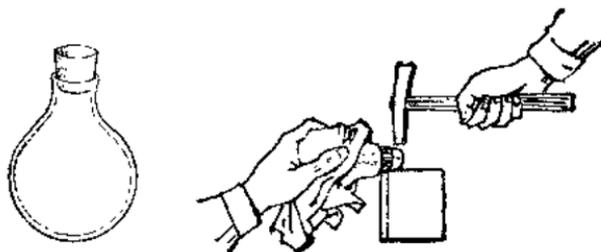

图 1 灯泡透镜
1. 灌水灯泡透镜 废灯泡灌上水就能代替凸透镜(放大镜)使用。找一只尽量大的废灯泡做聚光镜，使能放映画面较大的幻灯片。 $100$  瓦的废灯泡可以放映  $30 \times 25$  (毫米)2 画面的幻灯片。作为放映镜的废灯泡可以小一点。清除灯泡里面的玻璃柱等东西时要小心仔细，防止弄破。先用布包住灯泡的玻璃球部，露出金属的灯头，放在铁块或石头边上(图 1)，